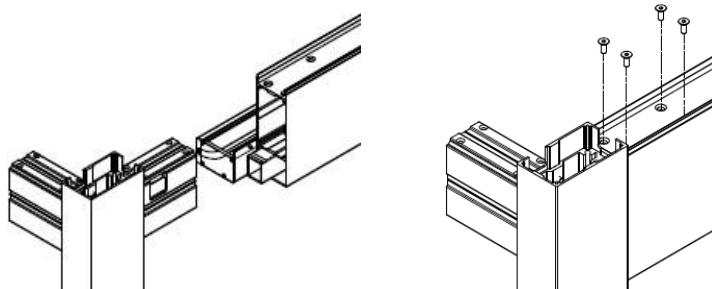

Abbildung 36
17. In liegender Position die mit den entsprechenden Füßen versehenen Pfosten nacheinander in beide Enden des zweiten Längsträgers einschieben. Die unteren Abflüsse im Längsträger passen in das quadratische Fenster im Pfosten (auf der schmaleren Seite) unterhalb des Knochens. Knochen vom Pfosten zur oberen Kammer des Trägers (Abb. 36).
18. Die Ecke von oben mit 4 Kegelschrauben mit Innensechskant M8x20 verschrauben (Abb. 36-rechts).